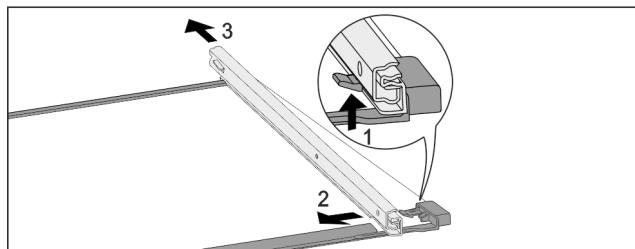

Fig. 174 Placa de sticlă cu șine
- ▶ Apăsați în sus cărligul de blocare frontal. Fig. 174 (1)
- ▶ Îndepărtați șinele de extragere prin împingere în lateral Fig. 174 (2) și spre spate Fig. 174 (3).